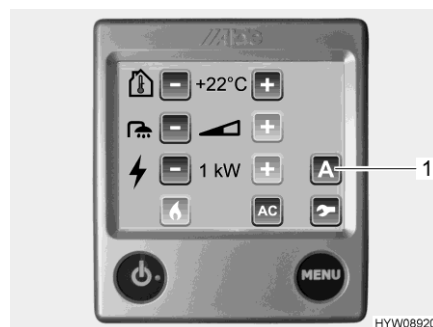

Bild 123 Einstellmenü (Zusatzgebläse)
Das Zusatzgebläse sorgt für eine bessere Wärmeverteilung im Fahrzeug. Gesteuert wird das Zusatzgebläse über die Bedieneinheit (Bild 123) der Warmwasser-Heizung.
- Schaltfläche "A" (Bild 123,1) drücken. Die Funktionen werden angezeigt.